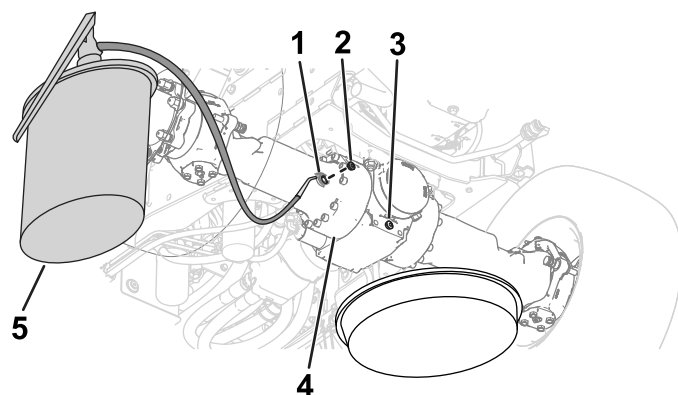
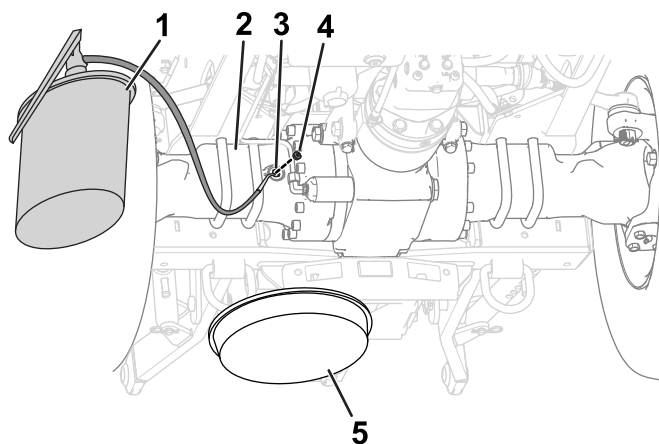

Figura 99
Figura 100
5. Instale os tampões de drenagem nas portas de drenagem nas caixas do diferencial (Figura 99 e Figura 100).
6. Encha os eixos com o óleo especificado através da porta do visor até que o óleo esteja nivelado com as roscas na parte inferior da porta (Figura 99 e Figura 100).
8. Instale os tampões do visor nas portas do visor nas caixas dos diferenciais dos eixos (Figura 99 e Figura 100).